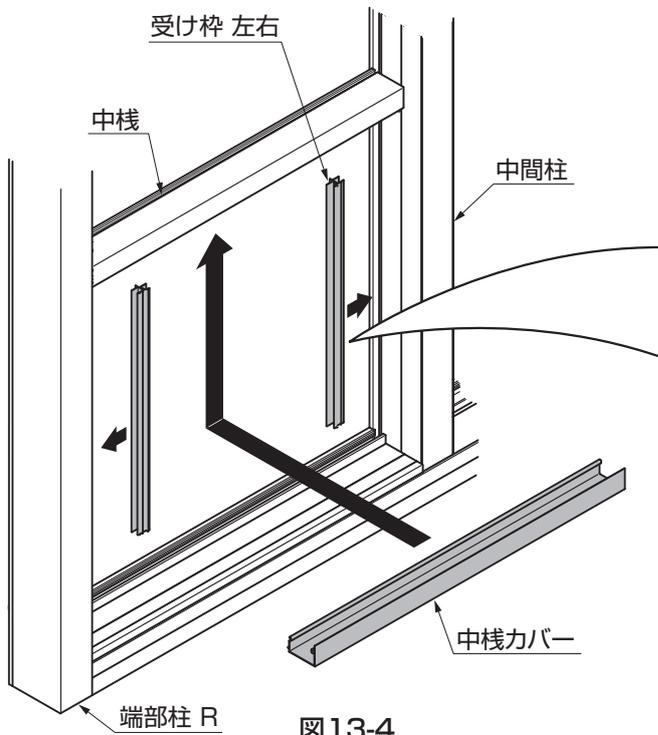

図13-4
- ① 下段の中棧カバーを中棧に、はめ込んでください。(図13-4参照)
- ② 受け枠 左右を柱に、はめ込んでください。(図13-4参照)